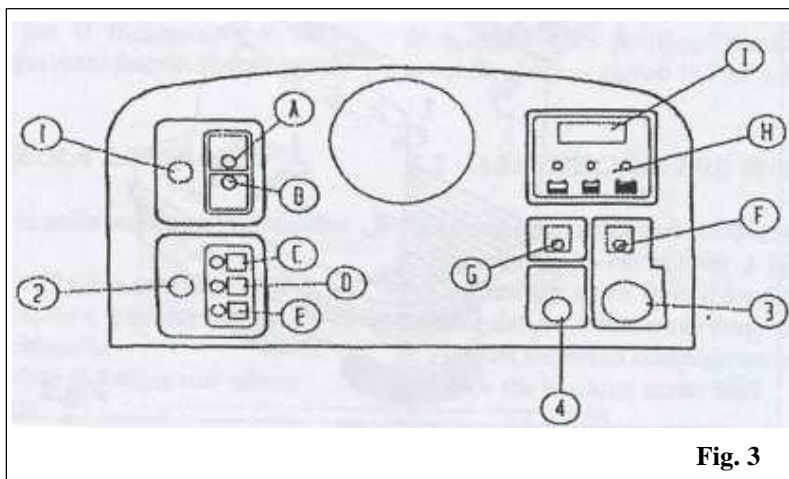

Fig. 3
- 3) Coloque o comutador geral de chave, **3 Fig. 3**, na posição **ON** (a luz piloto F acende-se).
- 4) Seleccione com o comutador de avanço, **1 Fig. 3**, a direcção de funcionamento desejada. A selecção será realçada pela respectiva luz piloto.
- 3) Accione, se necessário, a ventoinha de aspiração, accionando o comutador, **2 Fig. 3**.
Não deixe a bateria descarregar para além do limite assinalado pelas luzes-piloto existentes no painel de instrumentos (**H Fig. 3**). Luz piloto do estado de carga:
Fornecido com a máquina, permite, com um simples gesto, manter sempre o filtro em perfeitas condições. Neste ponto, prima o botão **2 Fig. 3** e mantenha-o premido durante alguns segundos. Repita esta operação **4 ou 5 vezes**. Lembramos que quanto mais limpo estiver o filtro melhor será o resultado da limpeza. Aconselha-se a realização desta operação no final de cada ciclo de trabalho.
Se o resultado da limpeza do filtro com o dispositivo de sacudir o filtro não for eficaz, deve-se, em todo o caso, efectuar a limpeza manual do filtro ao fim de 20 horas de trabalho. Antes de efectuar qualquer tipo de operação na máquina, certifique-se de que esta está desligada e que todas as suas funções estão desactivadas. Para tal, desloque o comutador de chave **3, Fig. 3**, para a posição **OFF**.